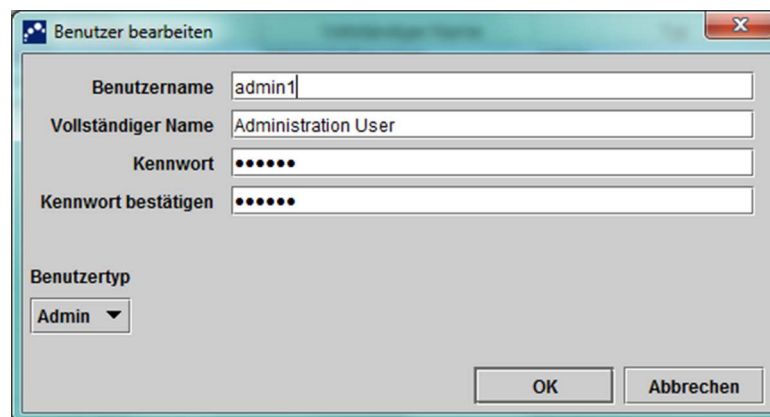

Abbildung 2-73. Dialogfeld „Benutzer bearbeiten“
3. Klicken Sie auf **Bearbeiten**. Daraufhin wird das Dialogfeld „Benutzer bearbeiten“ angezeigt. Siehe Abbildung 2-73.